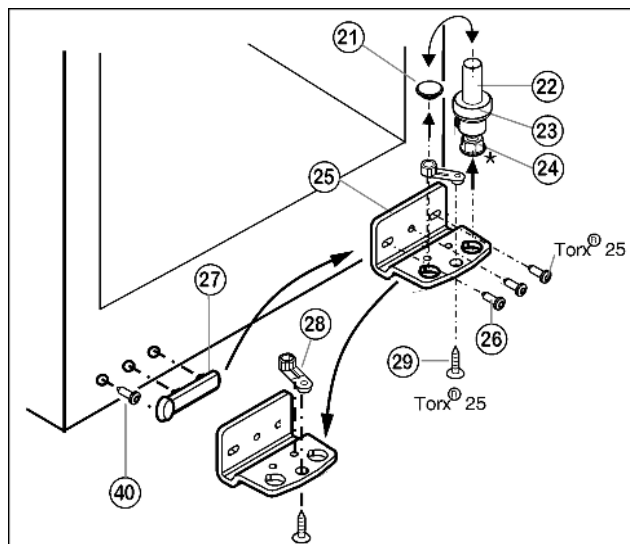

Fig. 5
- Lejebolten Fig. 5 (22) trækkes ud opadtil komplet med plade Fig. 5 (23) og skruefod* Fig. 5 (24).
- Løft Fig. 5 (21) proppen.
- Lejekonsollen Fig. 5 (25) skrues af Fig. 5 (26).
- Lejedelen Fig. 5 (28) skrues af Fig. 5 (29) og sættes i det overfor liggende hul i lejekonsollen, skru så fast igen.
- Løft forsigtigt afdækningen på håndtagets side Fig. 5 (27), drej skruen Fig. 5 (40) ud og flyt begge dele til den modsatte side.
- Lejekonsollen Fig. 5 (25) skrues fast igen på den nye hængselside om nødvendigt ved hjælp af en akkuskrue-trækker (med 4 Nm).
- Sæt igen proppen Fig. 5 (21) i det andet hul.
- Lejebolten Fig. 5 (22) sættes ind igen komplet med plade og skruefod*. Vær herved opmærksom på, at tappens peger bagud.
- ▶ Vip proppen (33) ud af dørlejbøsningen og flyt den.
- ▶ Dørhåndtag (32), propper (33) og trykplader* (34) afmonteres og sættes på den modsatte side.
- ▶ Sæt døren oppefra på lejebolten fornedet Fig. 5 (22).
- ▶ Sæt øverste lejekonsol (12) i døren på den nye hængsel-side.
- ▶ Den øverste lejekonsol skrues (12) **fast (med 4 Nm)** (2 gange Torx® 25) (13). Stik eventuelt skruehullerne i forvejen eller brug en akkuskrueetrækker.
- ▶ Sæt afdækning (10) og afdækning (11) i på den modsatte side, så de går i hak.
- ▶ Justér døren, eventuelt vha. de to langhuller i lejebukken fornedet Fig. 5 (25), så den flugter i forhold til apparatkabinettet. Drej til dette formål den midterste skrue ud.